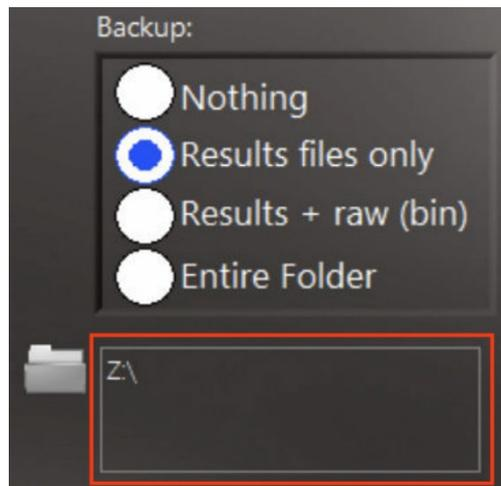

图31: 复制和目的位置部分
**Destination Location (目的位置):** 结果的复制目的位置显示在复制选项正下方的字段中。使用目的位置字段旁边的文件夹图标  可设置路径(见图 31 中的红色框)。